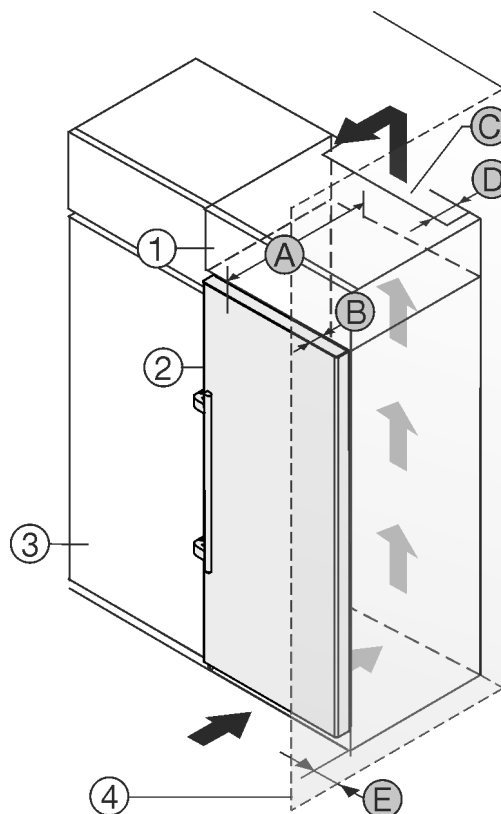

Fig. 2
È possibile posizionare l'apparecchiatura accanto a un mobile da cucina Fig. 2 (3)*
Sul lato posteriore dell'armadietto sovrapponibile deve essere presente un vano di scarico dell'aria con la profondità Fig. 2 (D) che attraversa l'intera larghezza dell'armadietto sovrapponibile.*
Sotto al soffitto deve essere presente la sezione di ventilazione Fig. 2 (C)*
Se si installa l'apparecchiatura con le cerniere accanto a una parete Fig. 2 (4), la distanza tra l'apparecchiatura e la parete deve essere di almeno 57 mm, che corrisponde alla sporgenza della maniglia a porta aperta.*
Per poter aprire completamente la porta, installare l'apparecchiatura in modo che sporga dal frontale del mobile da cucina almeno della misura della profondità della porta Fig. 2 (B). L'apparecchiatura può sporgere ulteriormente a seconda della profondità dei mobili da cucina Fig. 2 (3) e dell'utilizzo di distanziatori a parete.*